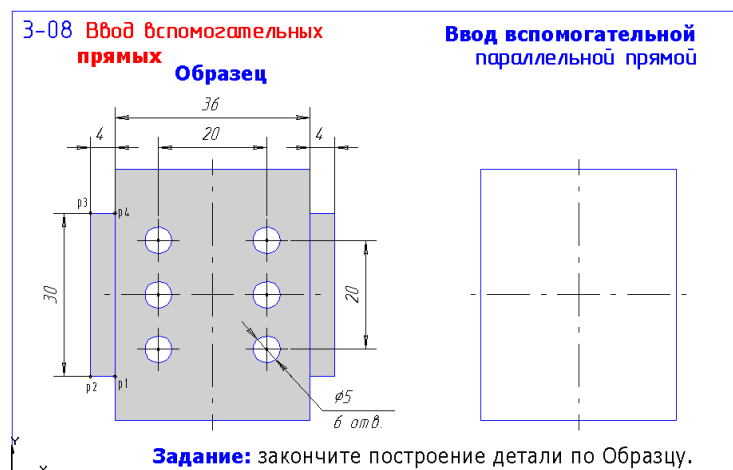

Рис. 13
16. Откройте файл фрагмента 3-08 (рис. 13) и выполните построения, используя команду создания параллельных вспомогательных линий. Размеры не проставлять. Результат сохраните.